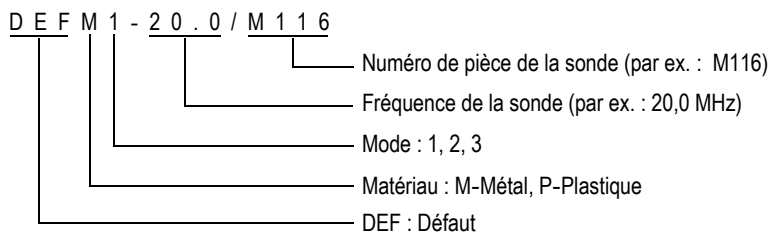

Figure 5-3 Sélection de la configuration par défaut d'une sonde monoélément
- c) Sélectionnez la configuration de la sonde que vous utilisez dans la liste de configurations par défaut qui apparaît dans l'écran **MONOÉL. PAR DÉFAUT** (voir la Figure 5-3 à la page 67).